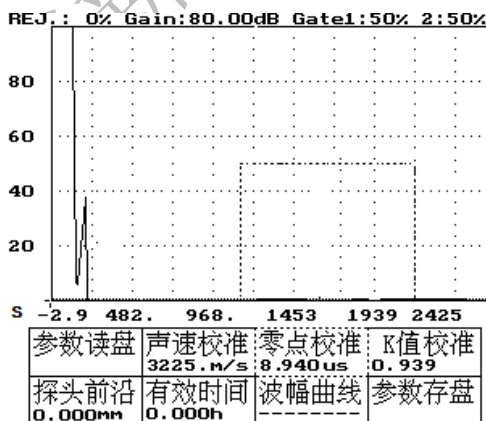

图 18-19
- 4、按方向键——将虚框移到零点校准，如图 18-19 所示。